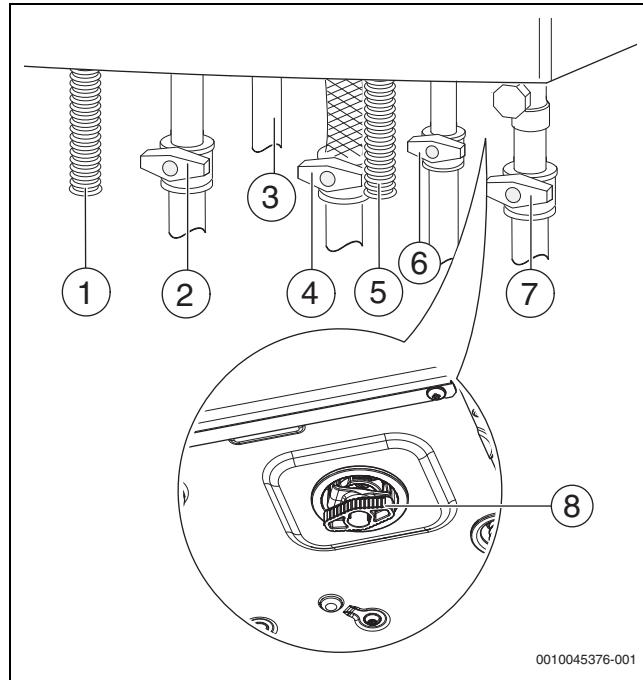

Fig. 21 Raccordements côté gaz et eau (accessoires)
- Ouvrir le robinet d'eau froide sanitaire (→ fig. 21) puis ouvrir un robinet d'eau chaude sanitaire jusqu'à ce que l'eau coule.
- Ouvrir le robinet de départ chauffage et le robinet de retour chauffage (→ fig. 21).
- Remplir l'installation de chauffage avec à 1,5 bars au niveau du dispositif de remplissage (→fig. 21) puis refermer le dispositif de remplissage.